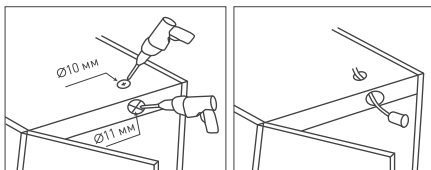

Рисунок 2. Установка датчика SR-PRIME DOOR/HAND
- Датчик DOOR должен быть смонтирован т. о., чтобы дверь в закрытом положении находилась на расстоянии 0,5–10 см от лицевой стороны датчика (рис. 2). Свет будет включаться при открывании двери и выключаться при ее закрывании. Для лучшего отражения ИК-сигнала от черных поверхностей наклейте на дверь небольшой отражающий элемент.